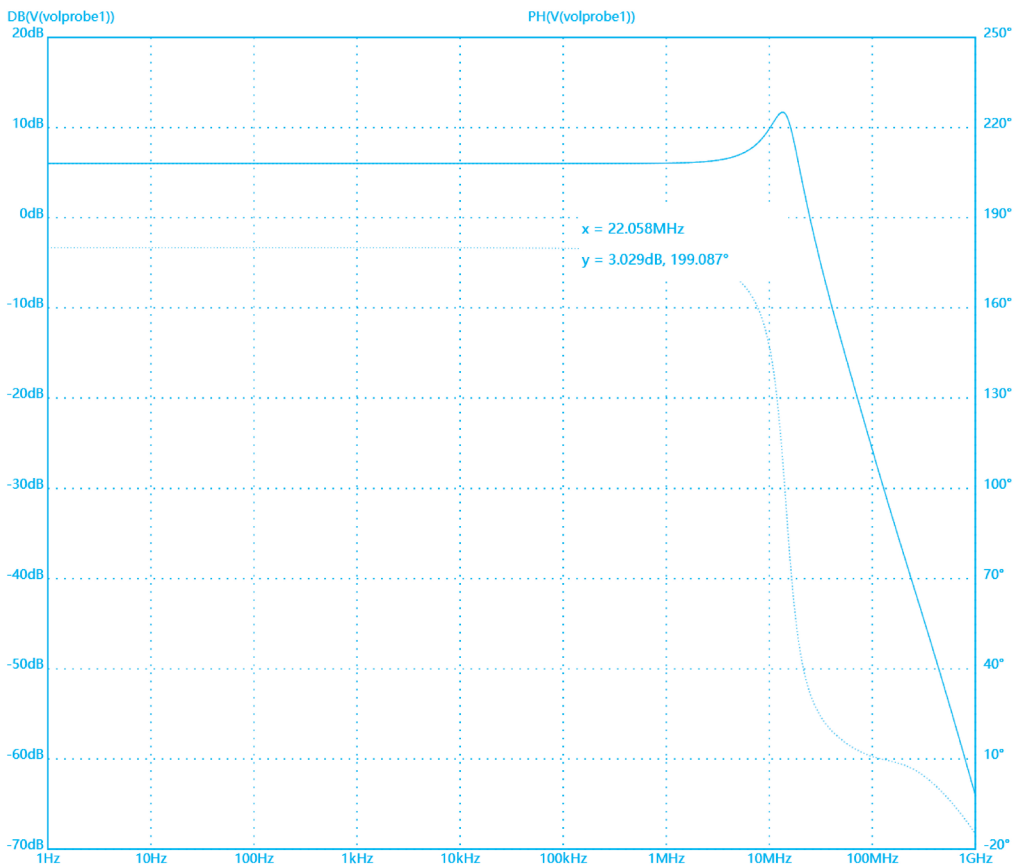

图 3-26 交流小信号分析结果界面
(1) 运行 Spice 仿真后，系统自动打开仿真结果波形显示界面 WaveForm，如图 3-26 所示，输出信号 OUT 频率特性和相位特性波形结果显示在图形中。
(2) 从图 3-26 中可以看出信号增益在低频增益为 6dB(2 倍)，相位为 180° 。随着频率增加信号增益约 35dB/10 倍程衰减，-3dB 带宽为 22MHz，与芯片数据手册中单位增益带宽 40MHz 基本一致。
(3) 保存原理图文件和工程，并退出该工程。